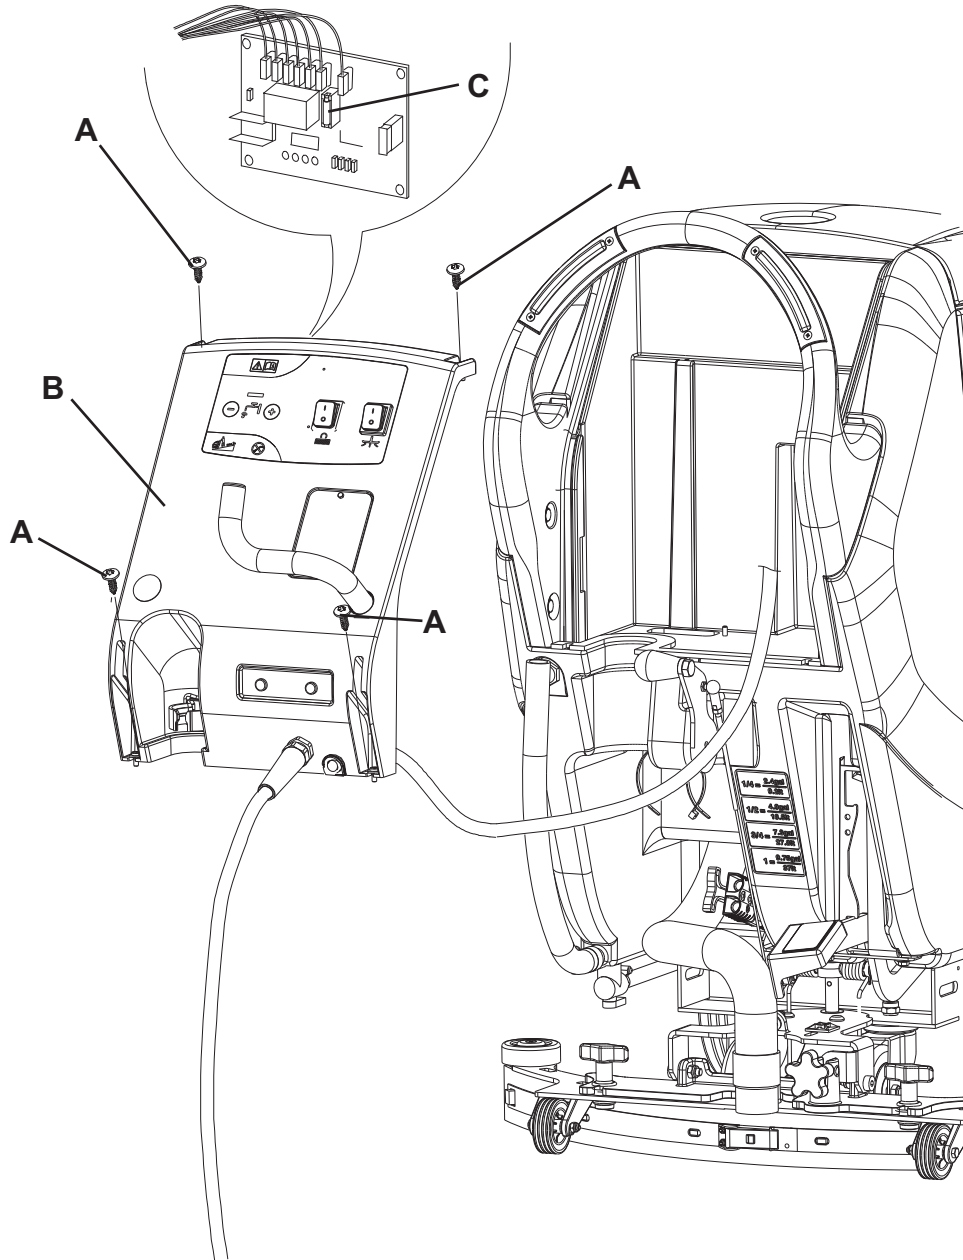

Figure 6
1. Débrancher le câble d'alimentation (3) du réseau électrique sans l'enrouler autour du logement correspondant (4).
2. Déplacer le tuyau de vidange de l'eau de récupération (12).
3. Déposer le câble d'alimentation (3) du logement (4).
4. Déposer les vis (A, Fig. 6) et déplacer le tableau (B) avec soin.